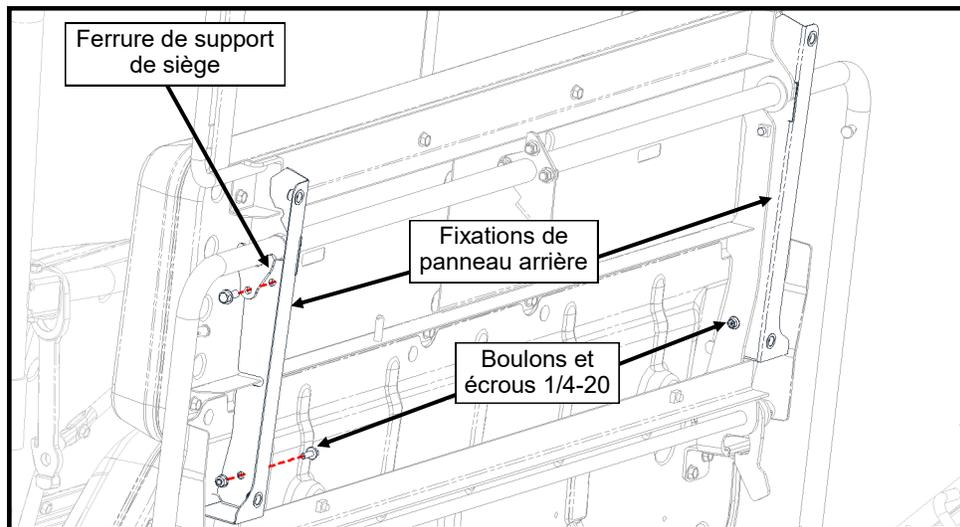

Figure 3.2 : Fixations de panneau arrière inférieur
- 3.2 Retirez le support qui maintient la tige de support du siège sur le dossier du siège (figure 3.2) et installez le support du panneau arrière entre le support et le cadre du siège. Réinstallez le support de support du siège avec la fixation d'origine. Alignez le trou inférieur du support sur le trou dans le cadre du siège. Ensuite, installez un hexagone à bride de 1/4-20 x 3/4 po boulon et écrou à bride. Répétez l'opération pour le côté opposé.